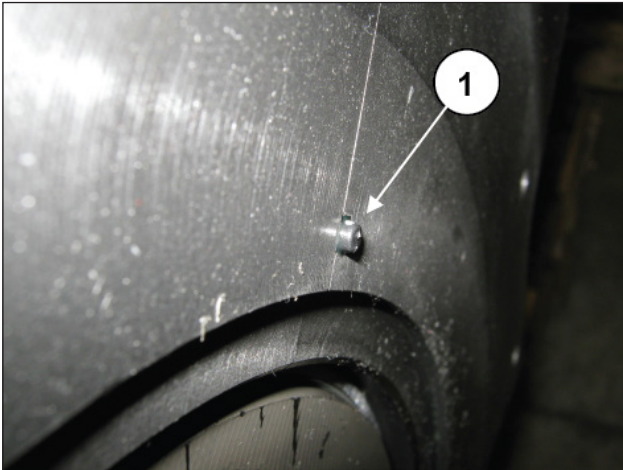

Fig. 115
A cota saliente da vedação OR deve ser de 2 mm (pos. ①, Fig. 115).